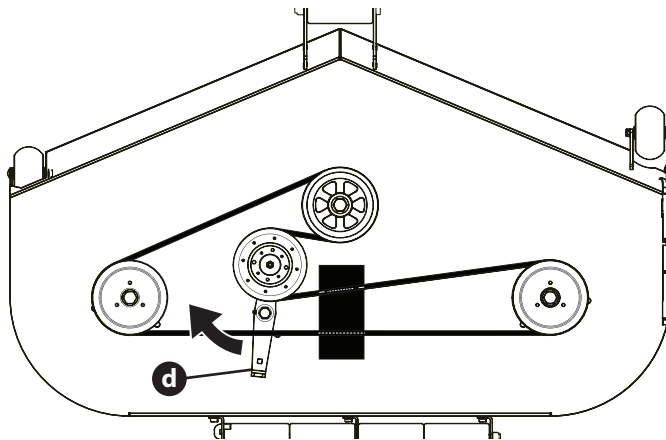

Figure 40
4. À l'aide d'un tournevis de 1/2 po (12.7 mm) insérez l'extrémité dans l'ouverture carrée de 1/2 po (12.7 mm) de l'ensemble de pignon du plateau de coupe (d) et faites tourner l'ensemble de pignon du plateau de coupe dans le sens horaire (Figure 40).
6. Installez la courroie comme le montre (Figure 40). Réinstallez ensuite le plateau de coupe et la courroie de prise de force en suivant les instructions à la page 100.